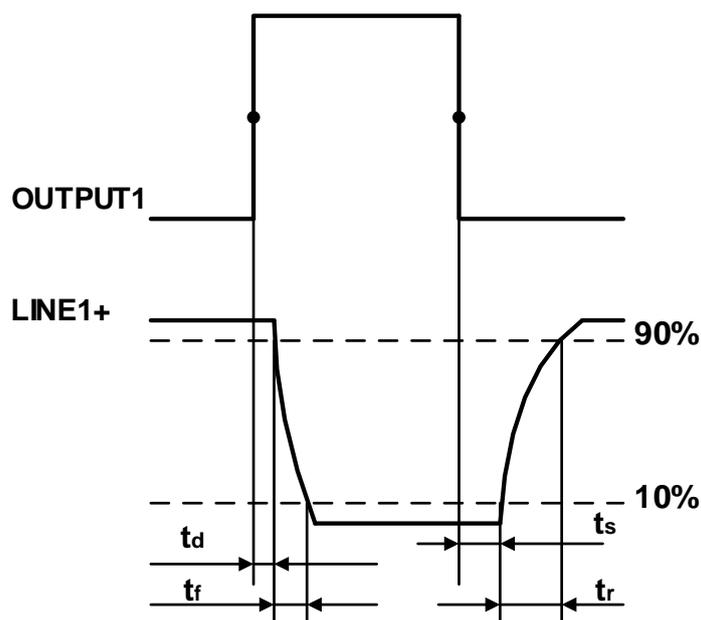

图 7-4 光耦隔离输出电路参数
- 上升沿延时=tr+td：<math>< 50\mu\text{s}</math> (0°C~45°C)，参数说明见图 7-4
- 下降沿延时=ts+tf：<math>< 50\mu\text{s}</math> (0°C~45°C)，参数说明见图 7-4
- 上升沿延时=tr+td : <20μs (0°C~45°C), 参数说明见图 7-4
- 下降沿延时=ts+tf : <20μs (0°C~45°C), 参数说明见图 7-4